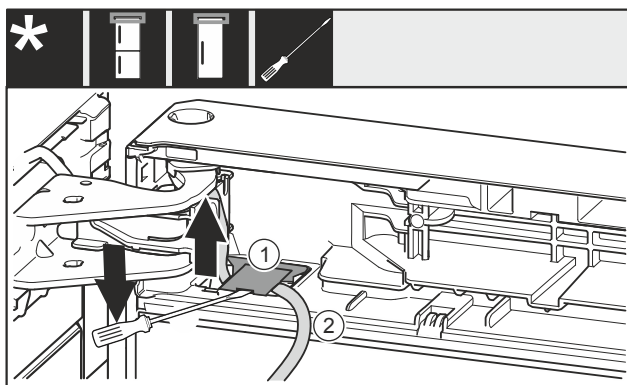

Fig. 24
► Plochým šroubovákem nadzvedněte kryt Fig. 24 (1) a zvedněte jej.
► Vytáhněte kabel Fig. 24 (2).